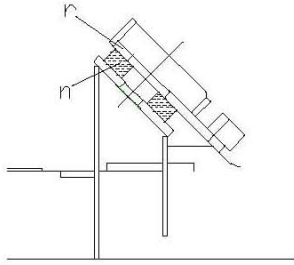
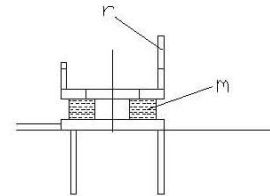

図5
図6
- 5.マウントワッシャ(j) 中マウント(m) カラー(k) 小マウント(s) の順に外していく。このときエンジンベース(r) 本体フレーム間の中マウント(m)3ヶ所 大マウント(n)1ヶ所は、そのまま残しておく。・・・図5、図6